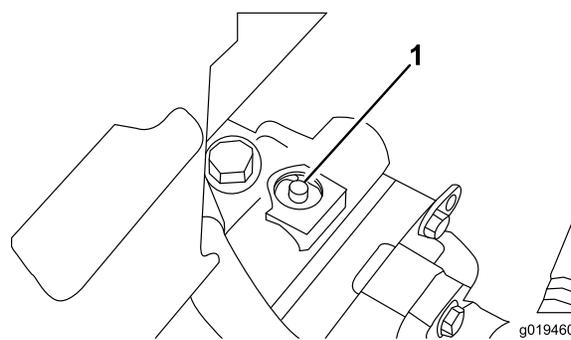

Figura 37
- A válvula de derivação está localizada sobre a bomba de deslocação variável (Figura 37). Rode a válvula 90°, em qualquer direcção, para permitir a passagem do óleo internamente. Após este procedimento, torna-se possível deslocar lentamente a máquina sem danificar a transmissão.